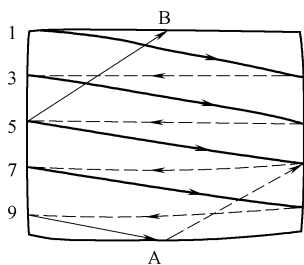

图 4-76 奇数行扫描过程示意图
1) 奇数行扫描。如图 4-76 所示是奇数行扫描过程示意图。